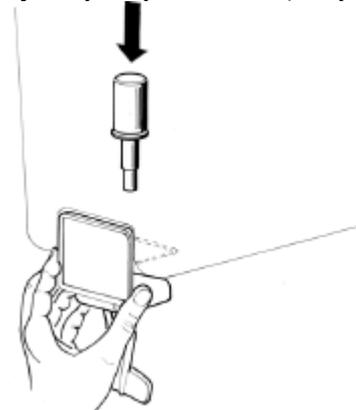

Рисунок 7
- Кран с подачей самотеком:** установите ручку крана и плунжер с прокладкой (см. рисунок 7).